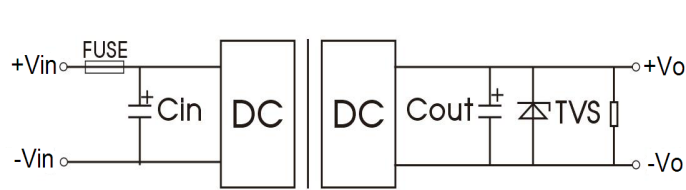

图 1
- (1)产品测试及应用时,请按照(图1)推荐的测试电路进行;至少保障外接一个电解电容Cin(≥220μF),用于抑制输入端可能产生的浪涌电压。
- (2)如果产品输入端并联瞬变能量较大的电路(如并联电机驱动电路),或会导致产品输入电压被拉低,此时关注产品输入电压的波动,建议适当增大输入端电解电容Cin的容值,以保障输入端电压稳定,避免输入电压低于欠压保护点导致产品重复启动的情况。
- (3)如果产品输出端为感性负载时(如继电器,电机),建议在容性负载规格内增大输出电容Cout容值,并增加TVS管,用以滤除电压尖峰
- (4)如需进一步减少输入输出纹波,可适当加大外接电容Cin,Cout容值或选用串联等效阻抗值小的外接电容,外接电容Cout容值不能大于产品的最大容性负载。